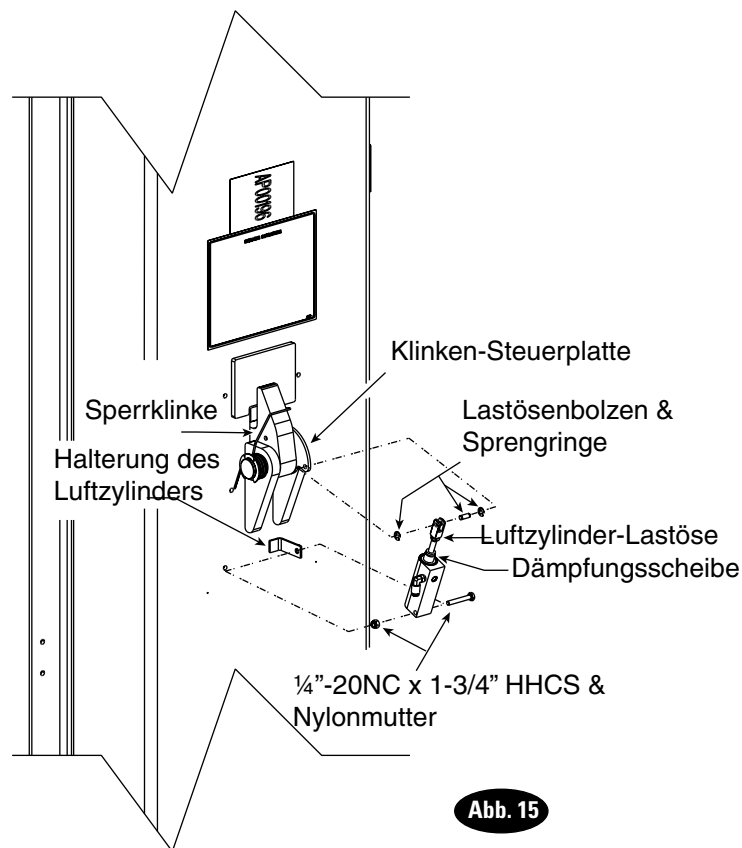

Abb. 15
- A) Um den Zylinder anzubringen, zunächst Dämpfungsscheibe über die Stange schieben, während sich die Stange in eingefahrener Position befindet, Abb. 15.
- D) Halterungsbügel auf Welle schrauben, ausrichten und Sicherheitsmutter festziehen, Abb. 15.
- E) Druckluftzylinderbügel mit Bügelstift und Sprengringen an Klinkensteuerscheibe anbringen (Abb. 15). Unteren Teil des Druckluftzylinders mit 1/4" x 1-3/4" HHCS und Nylonmutter an der Druckluftzylinder-Halterung anbringen (Abb. 15). Vorgang für die andere Sperrklinke wiederholen.
- E) Druckluftzylinderbügel mit Bügelstift und Sprengringen an Klinkensteuerscheibe anbringen (Abb. 15). Unteren Teil des Druckluftzylinders mit 1/4" x 1-3/4" HHCS und Nylonmutter an der Druckluftzylinder-Halterung anbringen (Abb. 18). Vorgang für die andere Sperrklinke wiederholen.